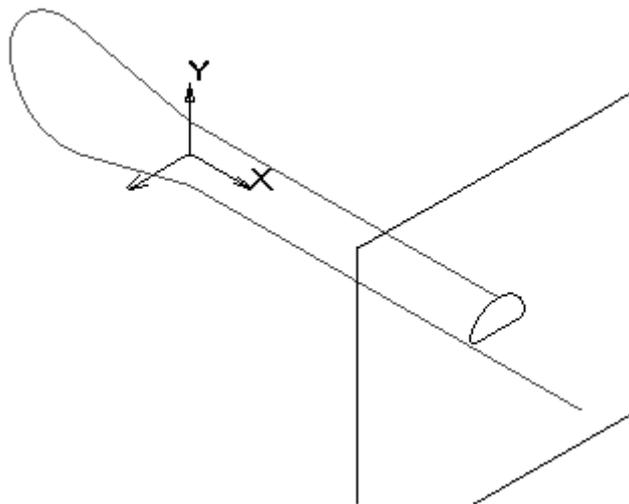

Рис. 7.17. Эскизы модели в изометрии
11. Поверните деталь таким образом, чтобы оба эскиза имели невырожденные изображения: выберите ориентацию **Изометрия** (рис. 7.17).